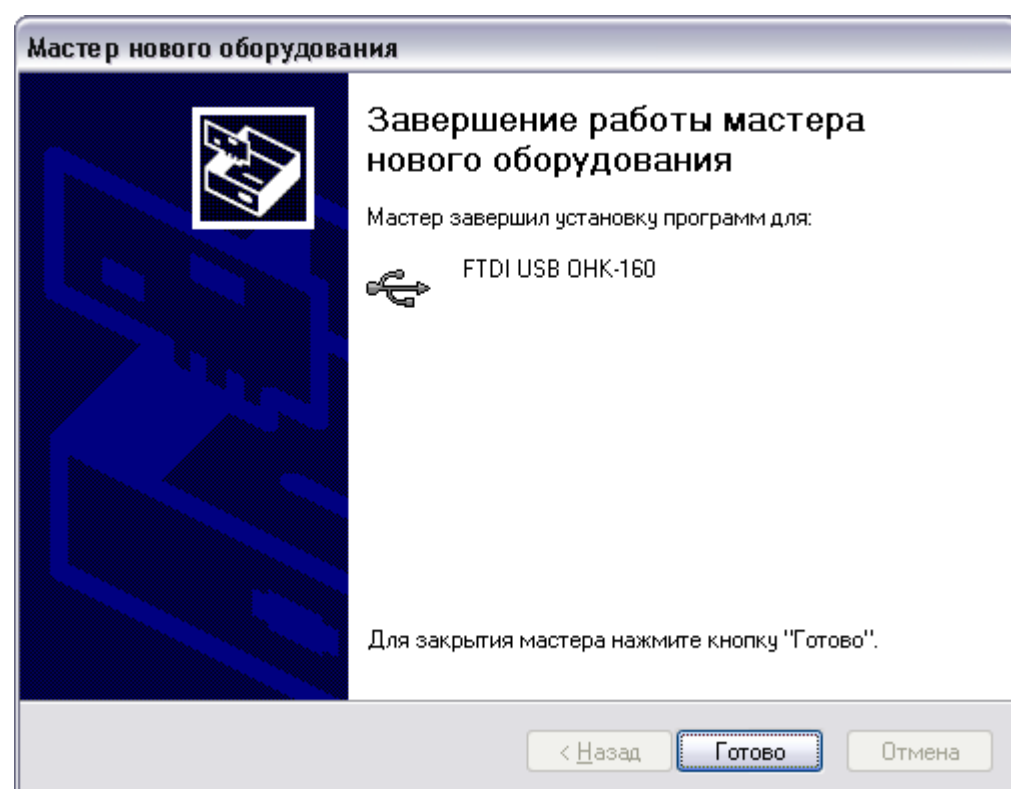

Рисунок 15.
11. По завершении установки драйвера появится окно завершения работы мастера нового оборудования (Рисунок 15). Нажать кнопку «Готово»